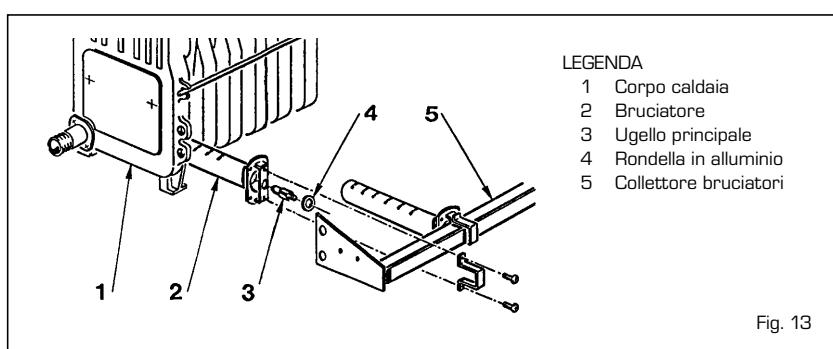

Fig. 13
- Togliere il bruciatore dal collettore porta ugelli ed indirizzarne un getto d'aria verso l'interno dei bruciatori in modo da far uscire l'eventuale polvere accumulatasi. Assicurarsi che la parte superiore forata dei bruciatori sia libera da incrostazioni [fig. 13].